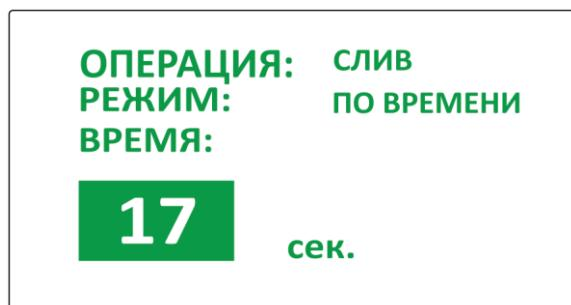

Рисунок 9
8.2.4.5. Если были выбраны режимы «РУЧНОЙ» или «ПО ДАТЧИКУ», то выбор будет сохранён, кнопки-индикаторы вернутся в режим постоянной подсветки, и на дисплее отобразится главное меню. Для режима «ПО ВРЕМЕНИ» откроется меню задания времени (Рисунок 9).